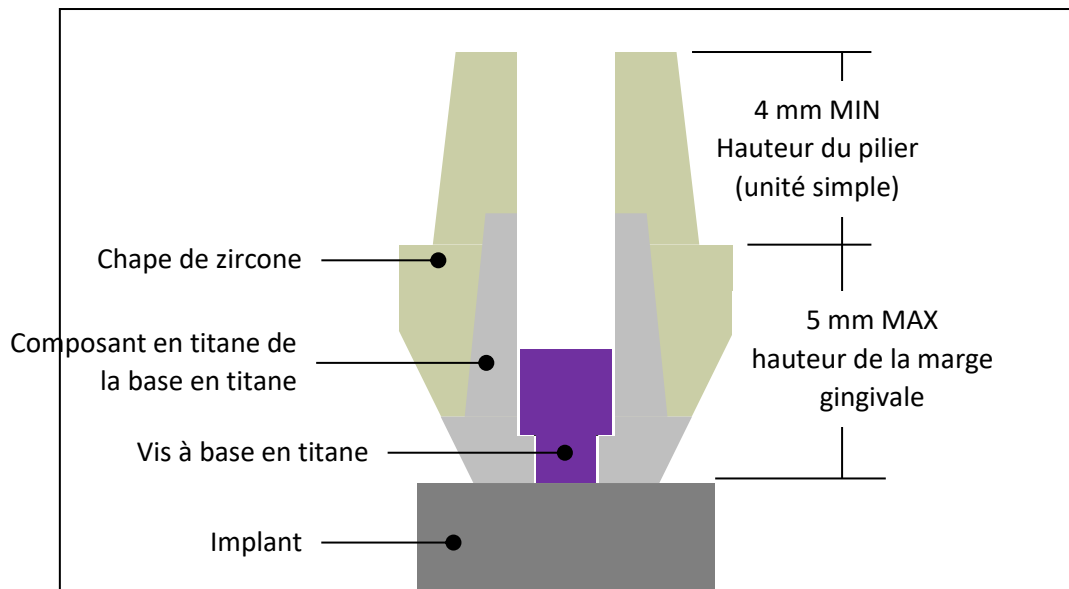

Figure 2 – Limites de conception des chapes de zircone (superstructure)
- Hauteur de marge de 5 mm maximum. (se reporter à la **Figure 2**)
- Piliers à base en titane d'une hauteur inférieure à 4,0 mm sont destinés aux restaurations multi-unités uniquement. (se reporter à la **Figure 2**)